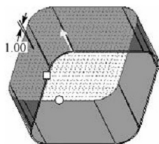

图 5.73 实体特征
(1) 中性平面不分割拔模(基本拔模)：下面以示例说明这种拔模的具体操作方法，将图 5.73 所示的所有侧面进行 10° 拔模。